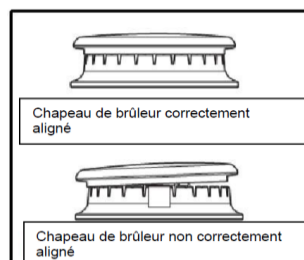

Figure 28
- 2) Veuillez vous assurer que chaque cuvette de brûleur soit correctement alignée et au niveau. (Voir la figure 28)